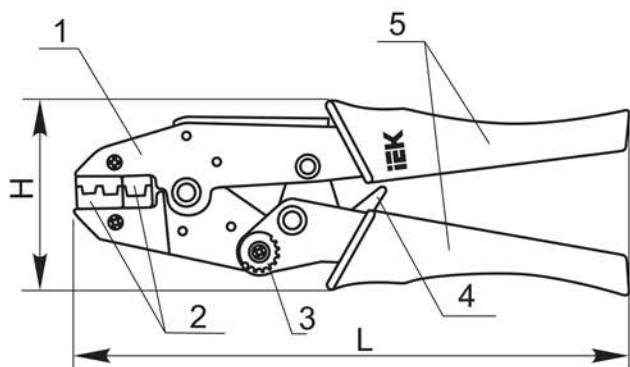

Рисунок 1
4.1 Клеши КО-01, КО-02, КО-05Е, КО-06Е, КО-07Е, КО-09, КО-10 (рисунок 1).